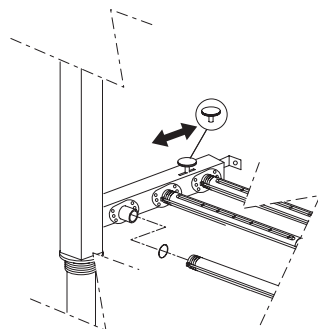

fig. 9
Cette régulation peut être modifiée en fonction des objets à laver (voir fig. 9).
Mettre la machine sous tension en actionnant l'interrupteur général au mur et allumer la machine avec le sélecteur "0-1" ou "P10" sur l'électronique (voir page 49 et 50 - fig. 9 - 10 - 11: la lampe témoin de ligne (5) (version électronique LED 8) s'allumera.